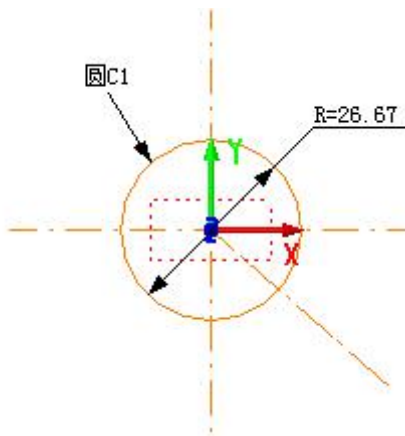

图 3-7 圆 C1
- 3、绘制圆 C1：在 Z=0 平面内，选择“【曲线绘制(D)】->【圆(C)】”菜单项，选择  圆心半径[A]子命令绘制圆，设置圆心坐标为(0,0)，半径为 26.67，绘制结果如图 3-7 所示；